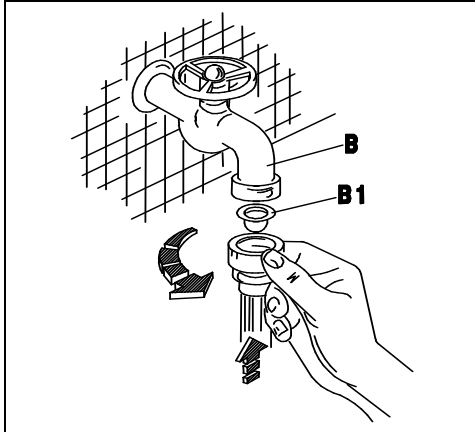
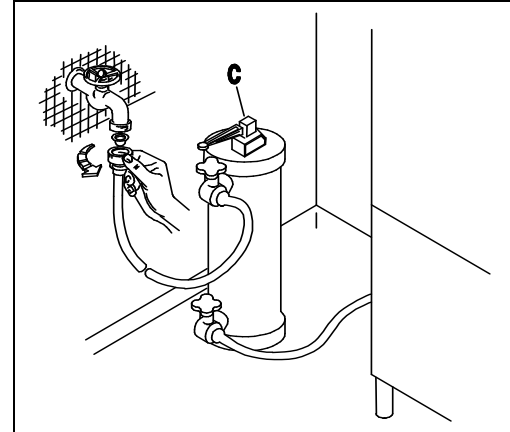
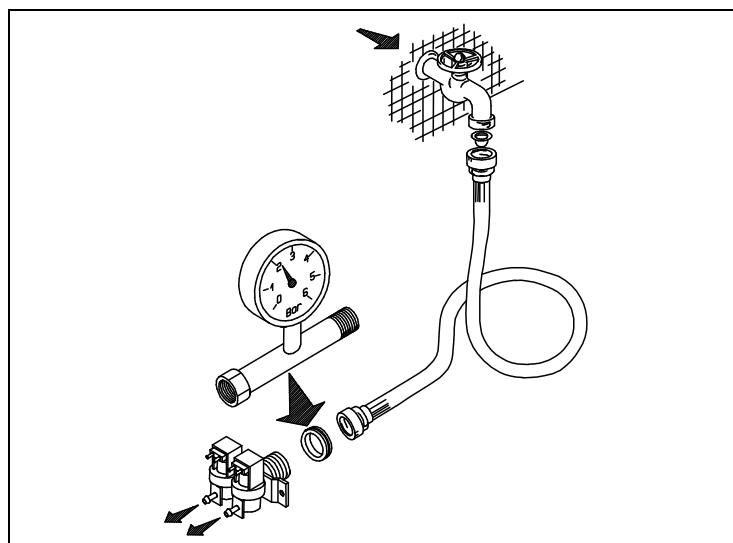
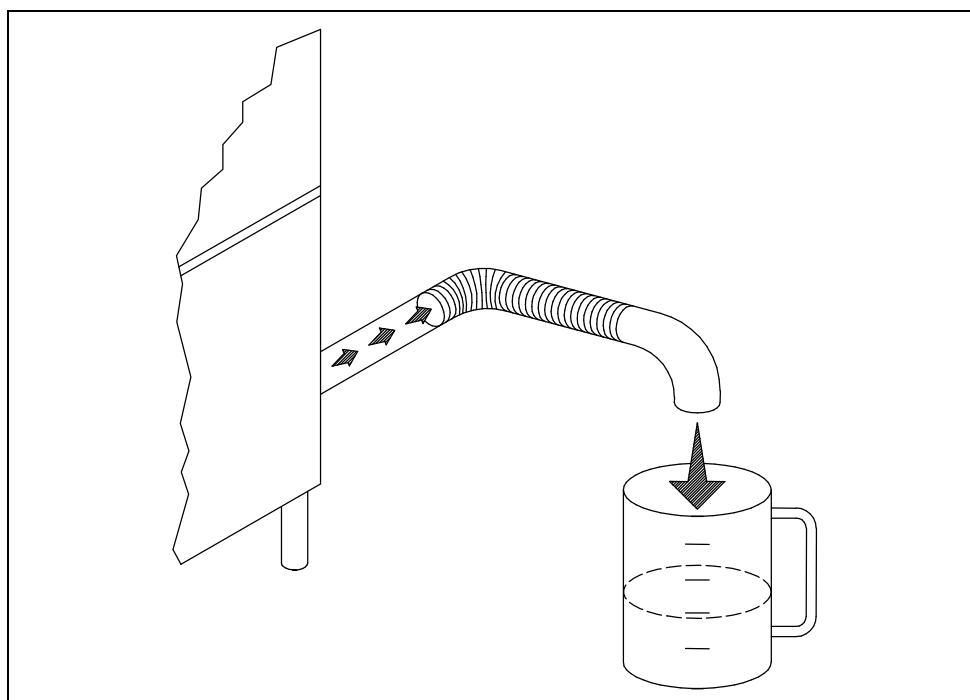

Fig. 2-2
Fig. 2-3
Fig. 2-4
Fig. 2-5
- L'apparecchio è previsto per l'allacciamento all'acqua fredda o calda (max 50 ÷ 55°C), con una pressione a valvola aperta come indicato nella Tab. 2-1. In caso di pressione superiore alla massima consigliata, bisogna installare un riduttore di pressione. In caso di pressione inferiore alla minima consigliata, bisogna installare una pompa di aumento pressione di max 0.5 Hp, con una portata di 20 L/min ed una prevalenza di 15÷20 mt. Il controllo della pressione deve essere effettuato all'ingresso dell'elettrovalvola (ved. fig.2-4). La condotta dell'acqua deve avere un diametro interno di almeno 16/18 mm (ved.fig.2-5). Collegare il tubo di carico acqua dell'apparecchio ad un rubinetto d'intercettazione (B),posto preferibilmente nelle immediate vicinanze dell'apparecchio, interponendo l'apposito filtro in dotazione (B1) (ved. fig.2-2). Si consiglia l'installazione di un decalcificatore (C) (non in dotazione), montato a monte dell' elettrovalvola della macchina (ved. fig.2-3).
- The appliance is designed for connection to the cold or hot water supply (max. 50 55°C) at a mains pressure with the valve open as shown in Table 2-1 and a minimum output of 10 litres/min. If pressure exceeds the maximum, fit a pressure reducer. If pressure is lower than the minimum, fit a pressure booster pump of max. 0.5 HP, with an output of 20 litres/min. and a head of 15÷20 metres. Pressure must be measured at the solenoid valve inlet (see fig. 2-4). The water pipes must have an internal diameter of at least 16/18 mm (see fig. 2-5). Connect the appliance water supply pipe to a cut-out tap (B), preferably placed close to the appliance, fitting the special filter provided (B1) (see fig. 2-2). We recommend fitting a water softener (C) (not provided) upstream from the machine solenoid valve (see fig. 2-3).
- Das Gerät ist für den Anschluss an Warm-und Kaltwasser (max. 50-55°C) vorgesehen, wobei der Druck bei offenem Ventil dem in Tab. 2-1. Bei höherem Druck als dem empfohlenen einen Druckminderer installieren. Bei niedrigeren Druck als empfohlen eine Druckerhöhungspumpe mit max. 0,5 PS , einer Förderleistung von 20l/min und einer Förderhöhe von 15-20m installieren. Die Druckkontrolle muss am Eingang des Elektroventils erfolgen (siehe Bild 2-4). Die Wasserleitung muss einen Innendurchmesser von mindestens 16/18 mm aufweisen (siehe Bild 2-5). Den Zulaufschlauch des Gerätes an einen möglichst nahegelegenen Wasserhahn (B) anschliessen und den vorgesehenen Filter (B1) anbringen (siehe Bild 2-2). Der Einbau eines Etkalkers (C) wird empfohlen; dieser gehört nicht zur Ausstattung und muss vor dem Elektroventil der Maschine eingebaut werden. (siehe Bild 2-3).
- L'appareil peut être raccordé à l'eau froide ou chaude (50:55°C max) à une pression, soupape ouverte, comme indiqué dans le tableau 2-1. Si la pression dépasse la pression maximum conseillée, il faut installer un réducteur de pression. Si la pression est inférieure à la pression minimum conseillée, il faut installer une pompe pour faire augmenter la pression de 0,5 Hp max., à un débit de 20 litres /min et à une hauteur d'élévation de 15-20 m. Le contrôle de la pression sera effectué à l'entrée de l'électrovanne (voir fig. 2-4). Les conduites d'eau auront un diamètre interne d'au moins 16/18 mm (voir fig. 2-5). Raccorder la conduite d'arrivée de l'eau de l'appareil à un robinet secondaire (B), installé si possible tout près de l'appareil, après avoir intercalé le filtre spécial fourni (B1) (voir fig. 2-2). Nous conseillons d'installer un adoucisseur (C) (non fourni) qui sera monté en amont de l'électrovanne de la machine (voir fig. 2-3).
- Este aparato se puede alimentar con agua caliente o fría (máx. 50 ÷ 55°C); la presión del agua con válvula abierta está indicada en la tabla 2-1. En caso de que la presión fuera superior a la máxima que se aconseja, instale un reductor de presión; si fuera demasiado baja, instale una bomba de aumento de presión de 0,5 Hp (máximo), con un caudal de 20 litros por minuto y una altura de elevación de 15 a 20 m. El control de la presión se debe efectuar en la entrada de la electroválvula (véase fig. 2-4). La tubería del agua debe tener un diámetro interior de 16-18 m. por lo menos (véase fig. 2-5). Conecte el tubo de alimentación del agua del aparato a un grifo de paso (B), que irá montado preferentemente muy cerca del aparato, tras interponer el filtro (B1) del equipamiento base (véase fig. 2-2). Es aconsejable instalar un descalcificador (C) (que no forma parte del equipamiento base). El descalcificador irá montado antes de la electroválvula de la máquina (véase fig. 2-3).